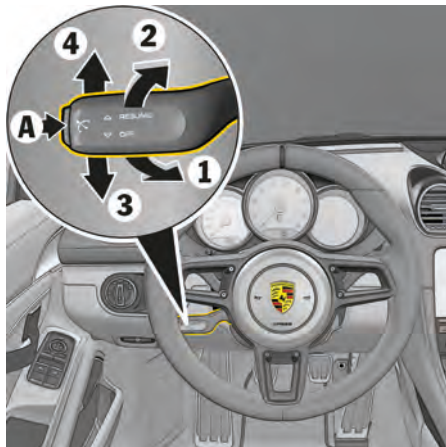

図 41：クルーズコントロールレバー
- ▶ 速度を上げる場合は、ステアリングホイールの操作レバーを前方に押しします (図 41、1)。
- ▶ 速度を落とす場合は、ステアリングホイール側に操作レバーを引きます (図 41、2)。
- ▶ コントロール操作レバーを下に押しつけてください (図 41、3)。
- ▶ 操作レバーを上を押してください (図 41、4)。